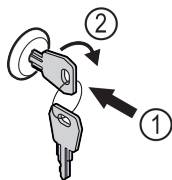

Fig. 58 Примерное изображение
- ▶ Вставьте ключ Fig. 58 [1].
- ▶ Поверните ключ на 90° по часовой стрелке Fig. 58 [2].